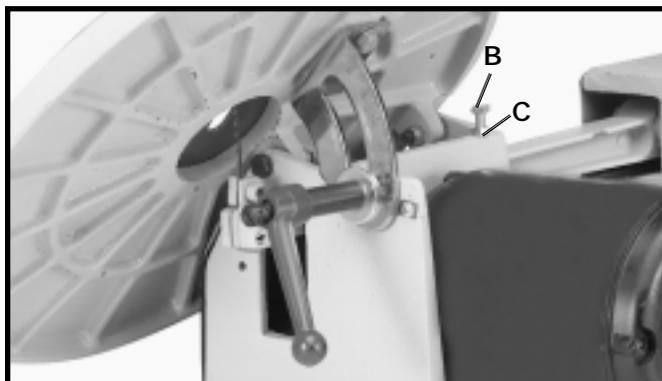

Fig. 33
3. Si la table n'est pas perpendiculaire à la lame, ajustez la table en conséquence en vous assurant que la vis (B) fig. 33, entre en contact avec le dessous de la table une fois celle-ci perpendiculaire à la lame. La vis (B) peut être réglée en desserrant l'écrou (C), et en tournant la vis (B) dans le sens approprié pour obtenir la distance voulue. Ensuite, serrez l'écrou (C).